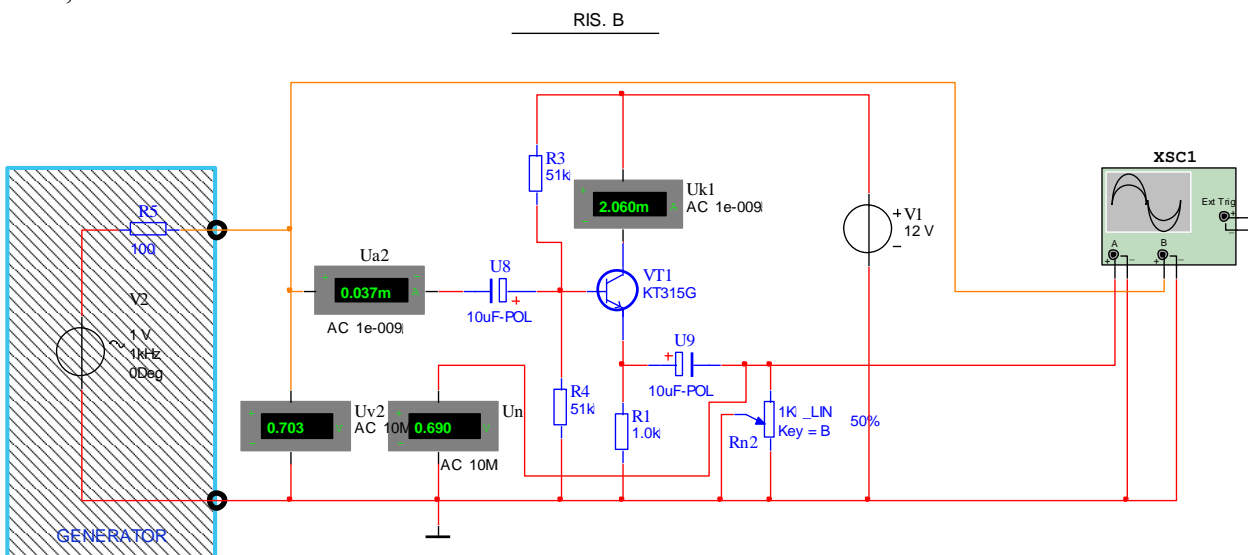

Рисунок 2.2 – Принципиальная схема включения нагрузки Rn2 через ЭП
2.4 Активировать программу (меню «Simulate/Run») и провести эксперимент со схемой эмиттерного повторителя (схема В, рисунок 2.2).